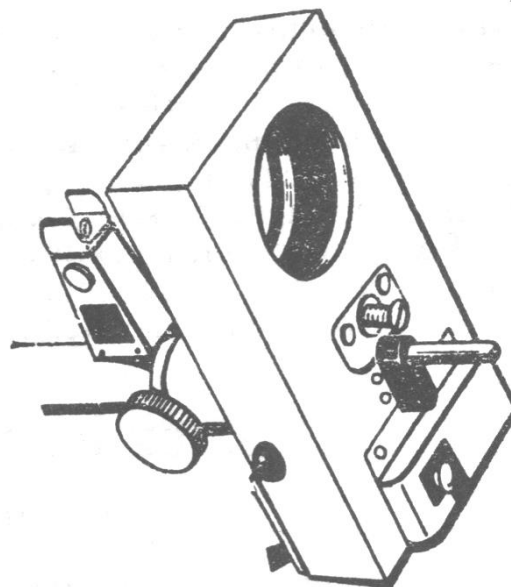

Рис. 5. Фіксатор прицілювання у робочому положенні
**Фіксатор прицілювання** (рис.5) призначений для перевірки правильності й одноманітності прицілювання на дійсні дальності.